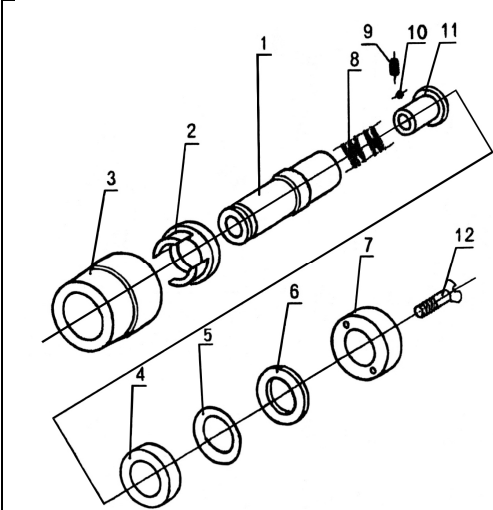

Рис. 2
2. Выберите нужную предохранительную головку соответствующую применяемому патрону. *Отстройте регулировочной гайкой (7) (рис. 2) момент проворота для предохранения от перегрузки в зависимости от материала изделия и величины резьбы.*